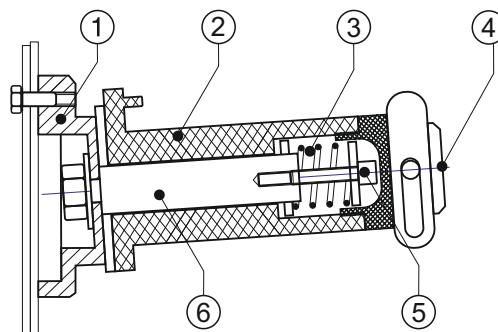

рис.3.2
Трактор остановится при перемещении рукояти поз.11 рис.3.2 в положение «ручной», в этом случае трактор может перемещаться вручную.
- отвернуть заглушку втулки поз.4 рис.3.2;
- затянуть регулировочный винт поз.5 рис.3.2 для увеличения усилия торможения, или ослабить его для уменьшения усилия торможения;
ВНИМАНИЕ! Для исключения соскакивания катушки с сварочной проволокой обязательно зафиксируйте ее фиксатором поз.4 рис.3.2.